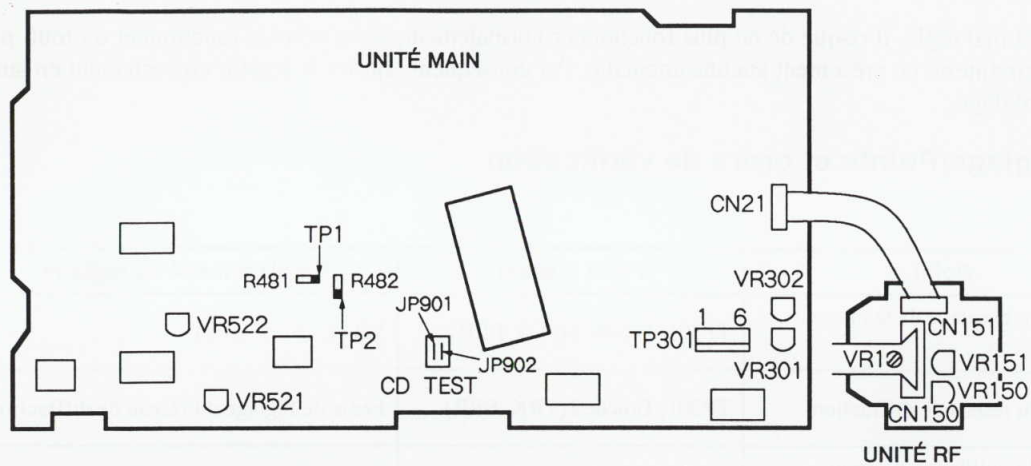

Figure 1 Emplacement des réglages
2. Court-circuiter les fils de liaison (JP901, JP902) du mode d'essai. (Voir Figure 1.)